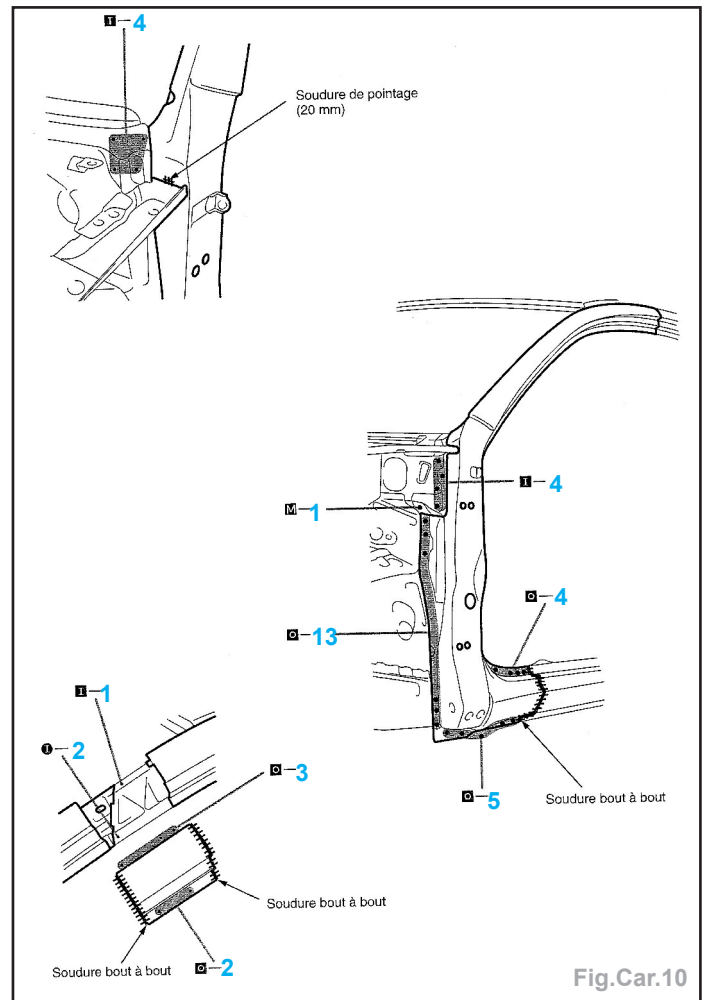

Fig.Car.10
- Poser le pied de caisse (Fig.Car.10).